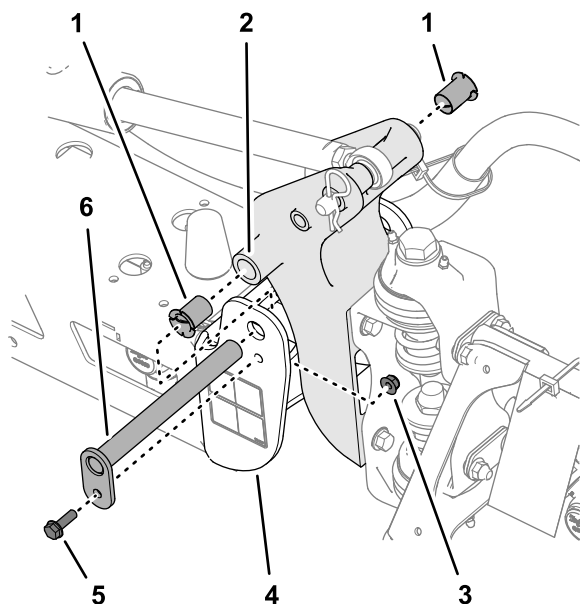

Figura 115
- Îndepărtați urubul i piulia care fixează fusul de basculare i îndepărtați fusul (Figura 115).
- Îndepărtați i verificați bucele din nailon de la părțile din față i din spate ale suportului pivotant (Figura 115).
- Lubrificați bucele din nailon cu o cantitate mică de ulei i instalați bucele în suportul pivotant (Figura 115).
- Aliniați orificiile din suportul pivotant cu orificiile din canalul de capăt (Figura 115).